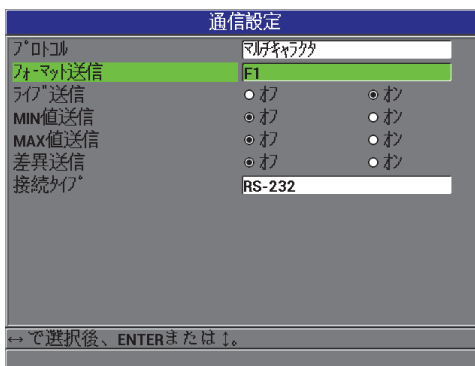

図 8-3 通信設定画面 — RS-232
4. 通信設定画面（149 ページ図 8-3 参照）で、接続タイプを RS-232 に設定し、RS-232 パラメータを表示します。